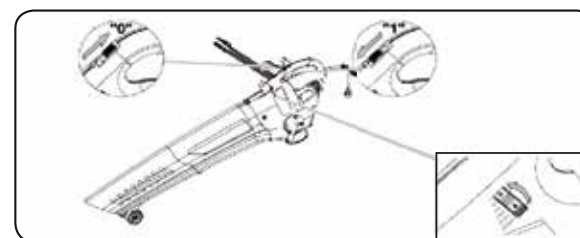

FIG. 2
- Para ligar a ferramenta, pressione o interruptor (2) até chegar na posição "1" (Fig.2).
- Para desligar a ferramenta, leve o interruptor até a posição "0" (Fig. 2).